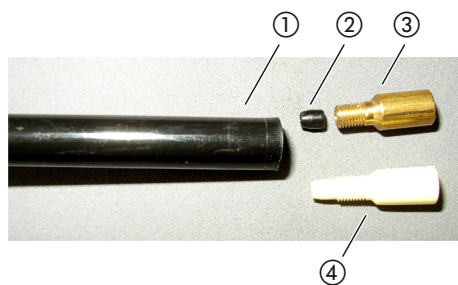

Fig. 6: Filtro capilar
- ① Extremo de la punta de aspiración
- ② Junta cónica
- ③ Filtro capilar metálico
- ④ Filtro capilar de plástico
- 3 Coloque la junta cónica, véase fig. 6 en página 19.